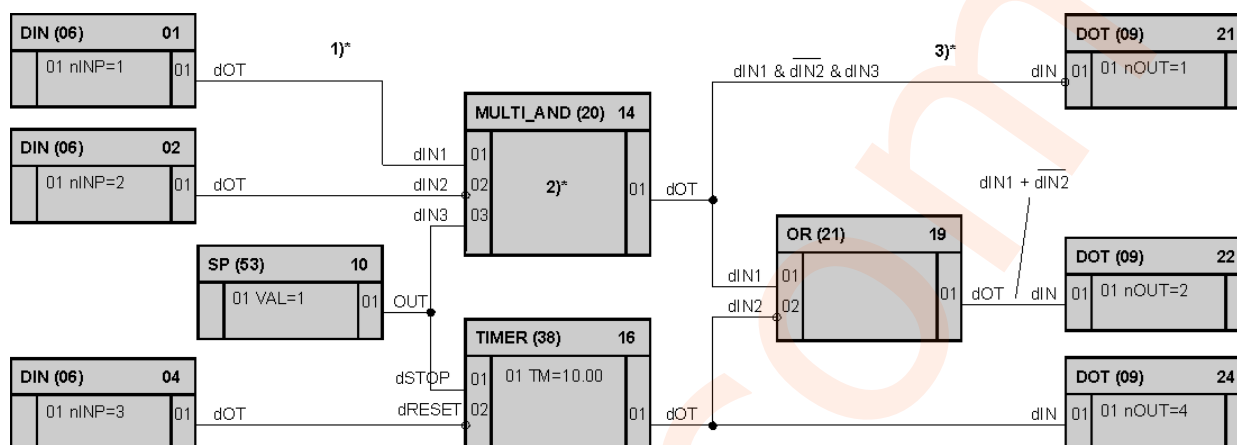

Рисунок 4.6 - Пример конфигурирования
На рис. 4.6 представлен пример конфигурирования.
На рис. 4.6 представлены различные примеры и варианты конфигурирования:
3) Выходной сигнал функционального блока многовходового И 14-MULTI\_AND(20)-03 подается на 1-й дискретный выход контроллера, для чего на вход 01 блока дискретного выхода 21-DOT(09) подключен 01 выход блока многовходового И 14-MULTI\_AND(20)-03. Сигнал на входе 01 функционального блока дискретного выхода 21-DOT(09) инвертируется.
4) На рис.4.6 показана инверсия входов следующих функциональных блоков: Вход 02 и 03 блока 14-MULTI\_AND(20)-03, вход 02 блока 16-TIMER(38), вход 02 блока 19-OR(21), вход 01 блока 21-DOT(09).